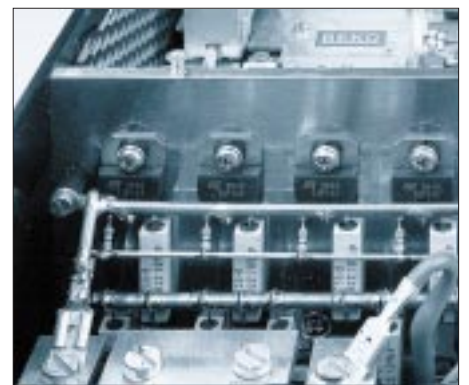

Bild 2: Teil der Gruppe von Längstransistoren zur Stromversorgung
**Bild 2: Prinzipische Skizze der Mastbefestigung für eine drehbare Antenne ohne Abspannung am Dachstuhl. Freie Zugänglichkeit des Laufsteges zum Schornstein ist eine Selbstverständlichkeit. Nach [4] darf ein Mastrohr oberhalb des Rotors maximal 1 m lang sein, wenn kein Oberlager zum Einsatz kommt.**